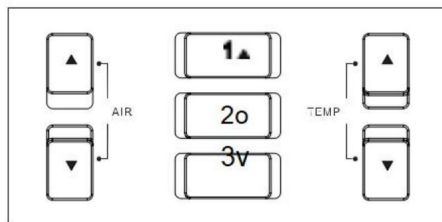

FIG. 1-6
1. Récupération de la température de raccourci : il peut récupérer rapidement la température prédéfinie et le soufflage est rétabli dans le bouton « 1 »/« 2 »/« 3 » en appuyant sur le bouton « 1 »/« 2 »/« 3 » (FIG. 1-6). quand je travaille